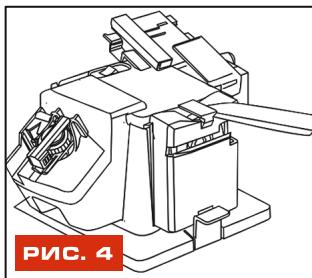

РИС. 4
3. Удерживая ручку ножа как можно ближе к себе (рис. 4), вставьте ближайшую к ручке часть лезвия в щель заточки ножей 16 (рис.1).